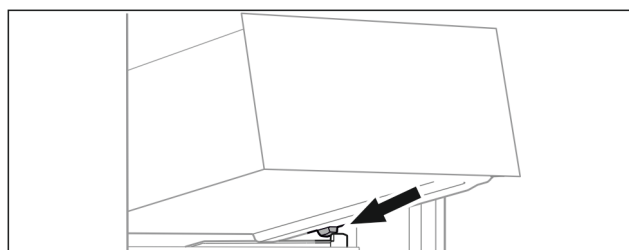

Fig. 99
- Nasad'te zásuvku šikmo za zarážky na žebrování na nádoby. (viz Fig. 99)